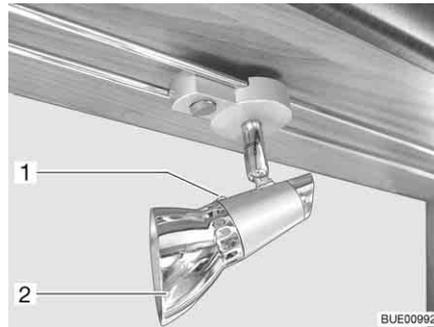

Fig. 269 Foco halógeno (desplazable)
- Soltar el tornillo de fijación (Fig. 269,1).
- Retirar la pantalla de lámpara (Fig. 269,2).